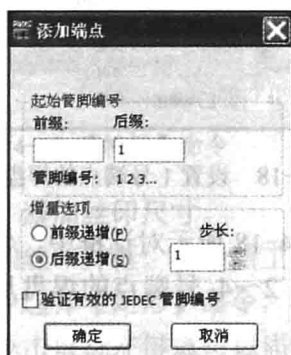
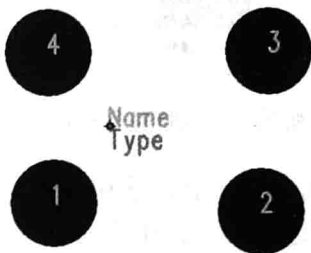

图 4-13 “添加端点”对话框
图 4-14 添加端点
(2) 在绘图工具栏中单击图标, 弹出“添加端点”对话框, 如图 4-13 所示。设置引脚编号后(可按默认设置)单击【确定】按钮完成设置。现在软件处于添加端点的状态, 鼠标在工作区中每单击一下就可以添加一个端点, 如图 4-14 所示。